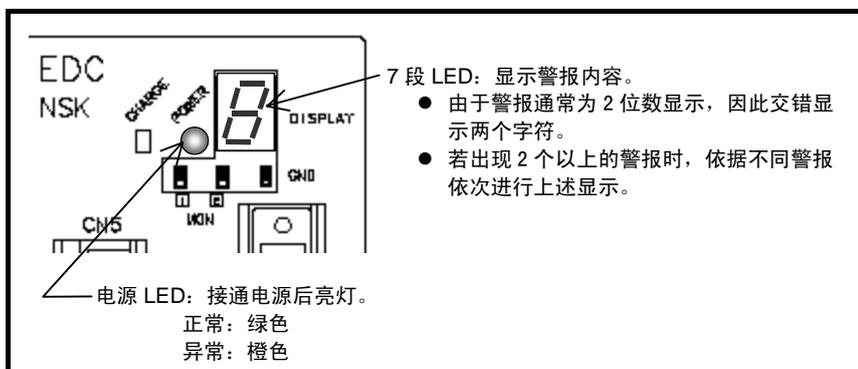

图 11-1：发生警报时
- 如「图 11-1：发生警报时」的状态下，发生警报，警告。